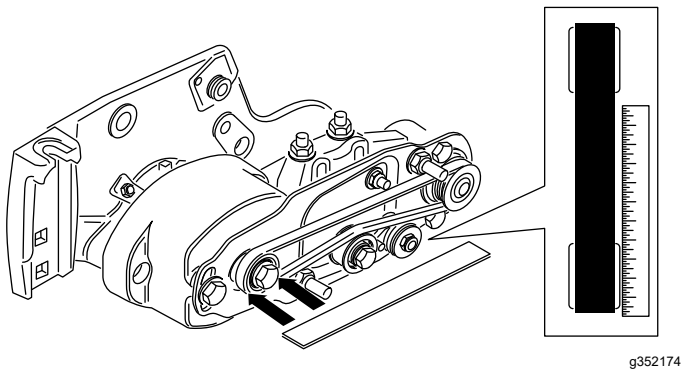

Bild 33
- Legen Sie eine Abziehlatte entlang Außenseite der **Antriebsscheibe** (Bild 33). Legen Sie die Abziehlatte **nicht** über den Antrieb und die Antriebsriemenscheiben.